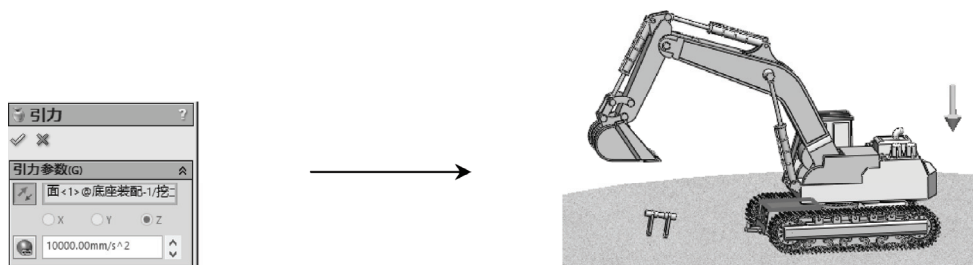

图 8-25 添加引力模拟元素操作
STEP 1 单击操控面板工具栏中的“引力”按钮 , 选择“挖掘机壳体”的台体为引力方向的参考面, 并通过单击“反向”按钮设置正确的引力方向, 如图 8-25 所示, 为操作对象添加引力模拟元素。